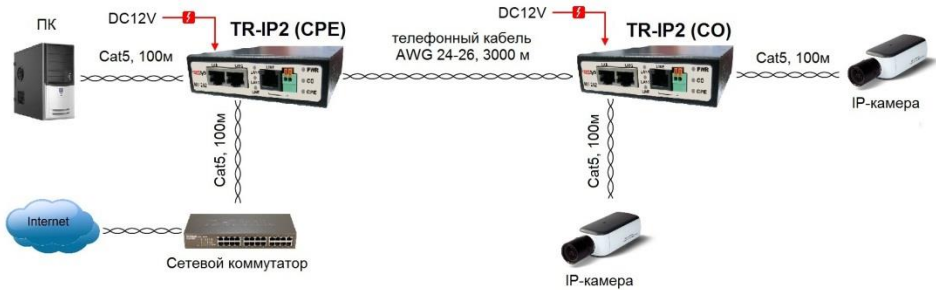

Рис. 7 Схема подключения TR-IP2 (CO) и TR-IP2 (CPE) для организации IP-видеонаблюдения.
Рис. 7а Схема подключения TR-IP2PoE (CO) и TR-IP2 (CPE) для организации IP-видеонаблюдения с передачей питания на сетевые устройства.